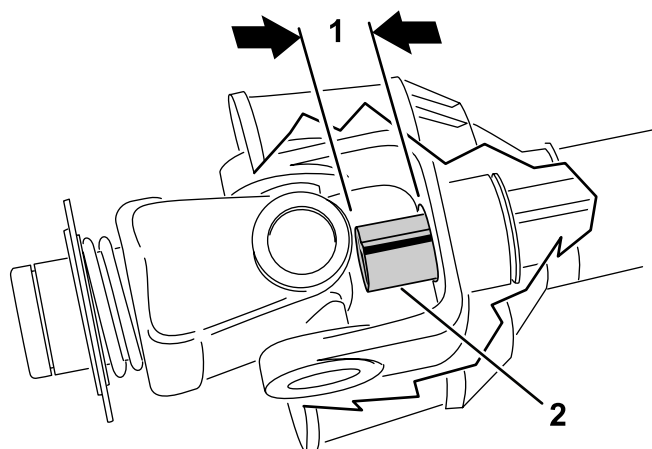

Figura 16
9. Faça deslizar os tubos do veio da tomada de força em simultâneo até ficarem totalmente recolhidos. Verifique se o tubo **interior** não se projeta para o cruzamento e para a secção do rolamento do outro tubo (**Figura 16**). Se isto acontecer, corte **mais** do tubo interior para corrigir o problema. Passe ao passo seguinte.
10. Meça a distância que o tubo interior se projeta para o cruzamento e para a secção do rolamento do outro tubo (**Figura 16**). Adicione esta distância à dimensão obtida no passo 8.